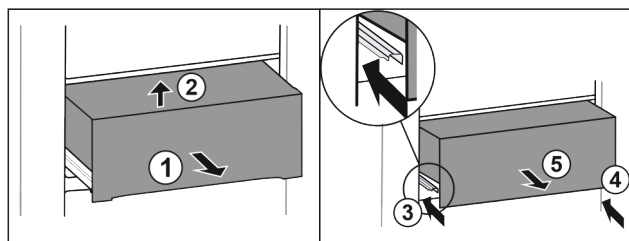

Fig. 22
- ▶ Вытяните выдвижной ящик наполовину. *Fig. 22 (1)*
- ▶ Приподнимите выдвижной ящик спереди. *Fig. 22 (2)*
- ▶ Вставьте левую направляющую. *Fig. 22 (3)*
- ▶ Вставьте правую направляющую. *Fig. 22 (4)*
- ▶ Извлеките выдвижной ящик движением вперед. *Fig. 22 (5)*